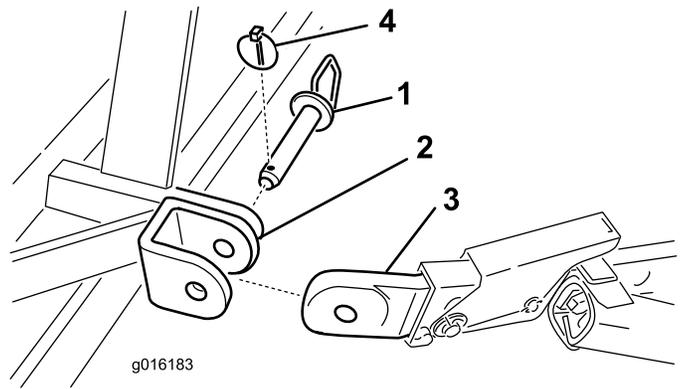

図 4
5. 下リンク・アームをエアレータ取り付けブラケットに、ヒッチ・ピンとリンチ・ピンを使って取り付ける（図 4）。